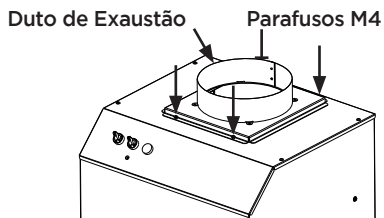

Fig. 4b - Kit duto de exaustão
3. Utilize os mesmos 4 parafusos M4 para fixar o kit à tampa superior da unidade (Fig. 4b). Após verifique se o duto está firmemente posicionado.